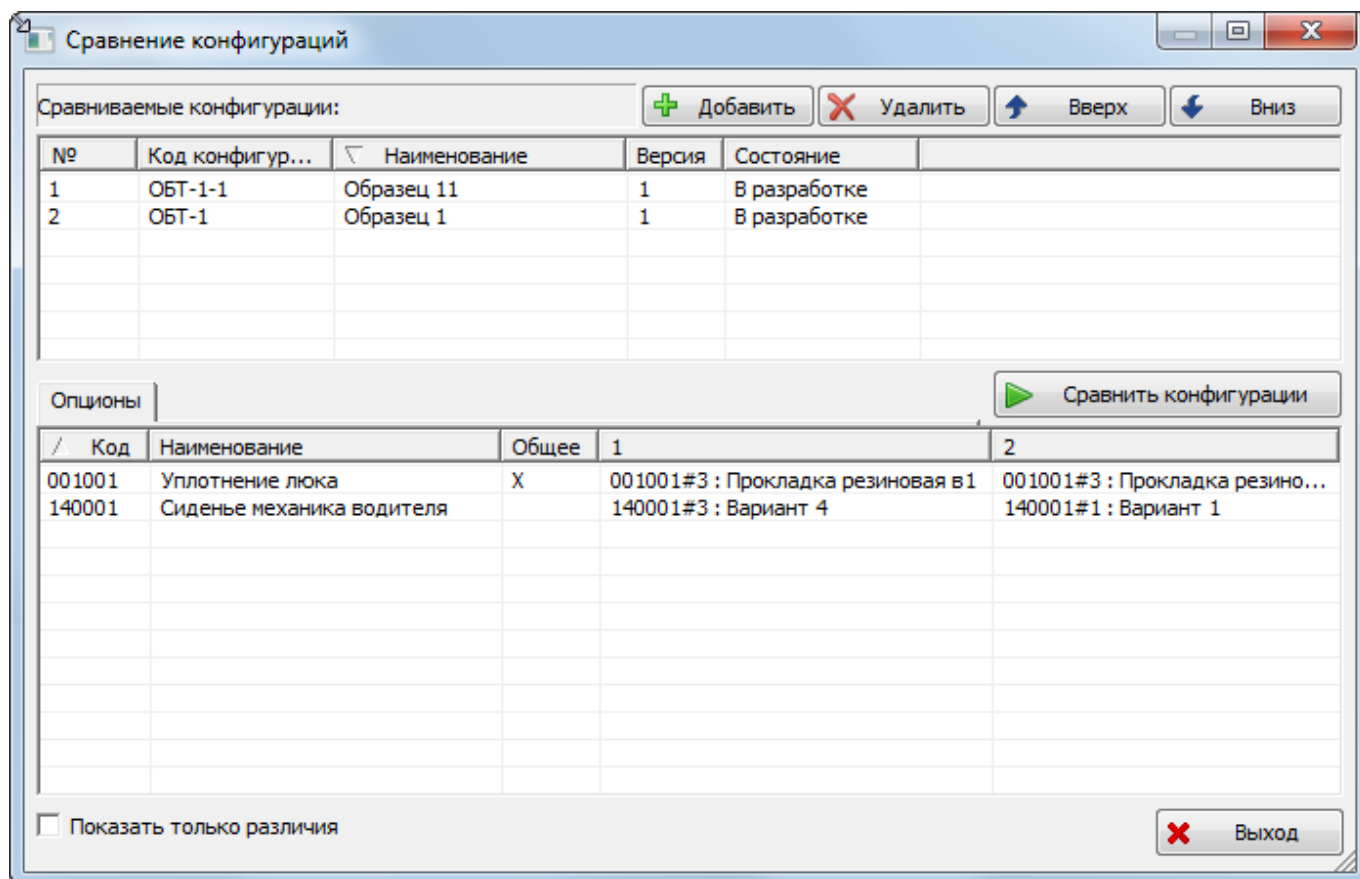

Рис. 13-88 – Сравнение двух конфигураций
3) В окне «Сравнение конфигураций» нажать кнопку «Сравнить конфигурации». После обработки данных в нижней части окна появятся результаты сравнения конфигураций (рис. 13-88).